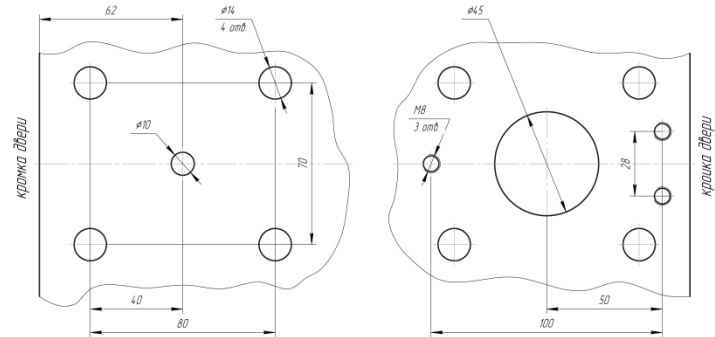
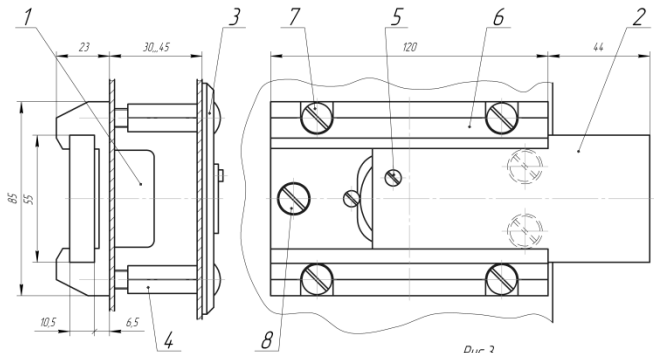

Рис. 1
Рис. 3
2.2. С наружной стороны двери просверлите пять отверстий согласно рис.1 (см. примечание п. 2.4.). На внутреннем листе двери или площадке под корпус замка (например, крышке замкового лючка в двери, приваренном к наружному листу двери отрезке швеллера и пр.) центральное отверстие рассверлите под диаметр механизма секретности 1 согласно рис.3 и выполните резьбовые отверстия, согласно рис.2.